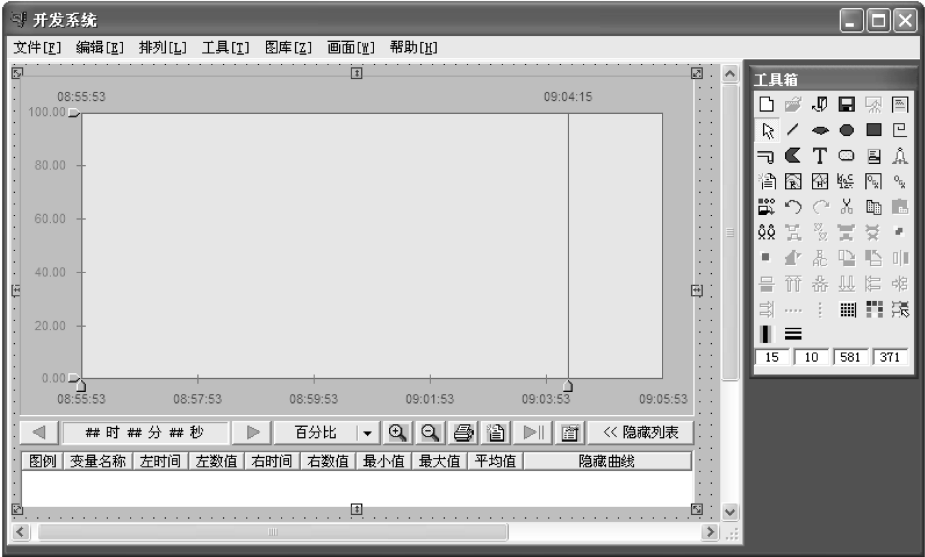

图 7-26 分割线设置为短线后的效果图
③ 分割线：定义时间轴、数值轴主次分割线的数目、线的类型、线的颜色等。如果选择了分割线为短线，则定义的主分割线变为坐标轴上的短线，曲线图表不再是被分割线分割的网状结构，如图 7-26 所示。此时，此分割线不再起作用，其选项也变为灰色无效。